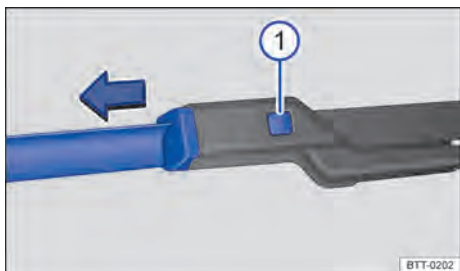

Fig. 138 Substituir as palhetas dos limpadores do para-brisa.
- Manter o botão de destravamento ⇒ Fig. 138  pressionado e, ao mesmo tempo, puxar a palheta dos limpadores do para-brisa para fora, no sentido da seta.